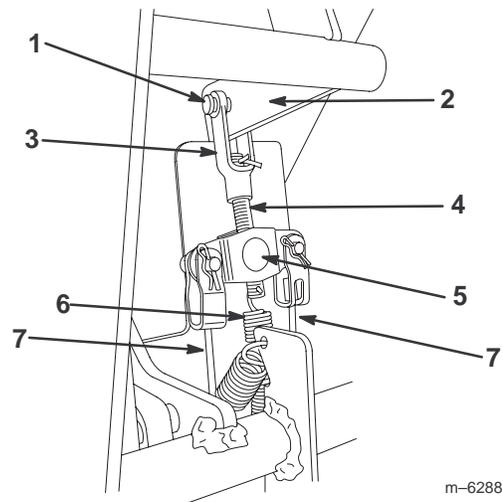

Bild 31
2. Prüfen Sie die Bremskabel am Bremsausgleich (unter dem Armaturenbrett) und ermitteln Sie, wie weit der Ausgleich an der Bremsstange nach oben gleiten muss, damit die Kabel kein Spiel aufweisen (Bild 31).
3. Entfernen Sie den Splint und den Lastösenbolzen vom Laufradgelenkarm (Bild 31).
4. Nehmen Sie die Feder vom Ende der Bremsstange ab (Bild 31).
6. Drehen Sie die Bremsstange in den Bremsausgleich ein oder heraus, um das Spiel von den Bremskabeln zu entfernen (Bild 31). Ziehen Sie die Kabel nicht zu fest an.
7. Setzen Sie die Feder in das Loch an der Bremsstange ein (Bild 31).
8. Verbinden Sie das Laufradgelenkarm an die Bremsstange mit dem vorher entfernten Lastösenbolzen und dem Splint (Bild 31).